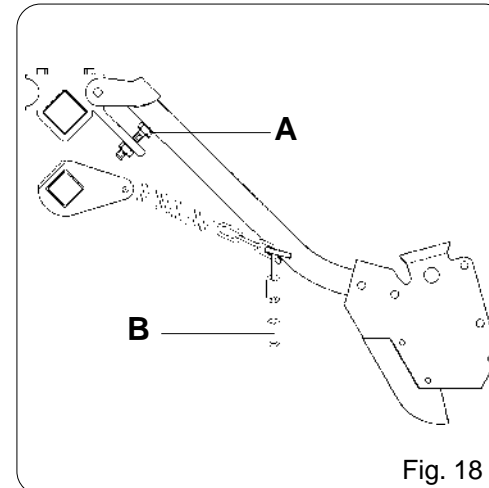
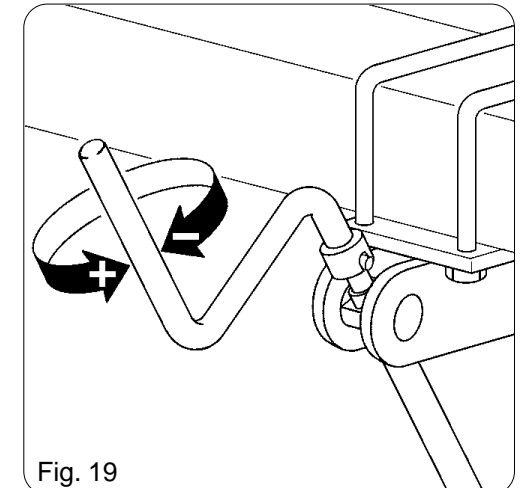

Fig. 18
Fig. 19
mogli è importante collocare il seme alla giusta profondità nel letto di semina. La profondità di semina viene determinata mediante la vite di regolazione (Fig. 18 rif. A): allentare il dado e regolare la vite per variare la profondità di semina. Stringere il dado per bloccare la vite di regolazione.
In base al tipo di terreno da seminare è possibile tramite la manovella (Fig.19) aumentare (+) o diminuire (-) la pressione delle molle degli assolcatori. Si può ulteriormente regolare la pressione singolarmente agendo sulle molle variando la posizione degli anelli catena (Fig.18 rif. B).
adjustment screw (Fig. 18, ref. A): loosen the nut and turn the screw to adjust sowing depth. Tighten the nut to lock the adjustment screw in place. Use the crank (Fig. 19) to increase (+) or decrease (-) planter shoe spring pressure, on the basis of the type of terrain being sown. The pressure of the individual springs can also be adjusted through the position of the chain links (Fig. 18, ref. B). The disk-model seeder is also equipped with two shoes that work within the tracks of the machine's drive wheels to lend the disk greater penetration capacity. Listers that work in the tracks of the seeder or the tractor should be set to greater pressure.
*Damit die Sprossen richtig treiben können, ist es wichtig, den Samen im Aussaatbett in der richtigen Tiefe einzupflanzen. 1) Die Sätiefe wird durch die Einstellschraube (Abb. 18 Ref. A) bestimmt: Die Mutter lockern und die Schraube drehen, um die Sätiefe zu ändern. Die Mutter wieder festschrauben, um die Einstellschraube zu blockieren. Je nach Beschaffenheit des zu besäenden Bodens kann der Druck der Scharr-elementfedern mit der Kurbel (Abb. 19) erhöht (+) oder verringert (-) werden. Der Druck der einzelnen Scharr-elemente kann auch durch Einwirken auf die Federn durch Ändern der Position der Kettenringe eingestellt werden (Abb. 18 Ref. B). In der Ausführung mit Scheiben ist die Sämaschine mit zwei Druckstangen ausgerüstet, die auf die Spuren der Antriebsräder derselben einwirken, damit die Scheibe tiefer eindringen kann. **Es wird empfohlen, die Säscharenreisser, die in den Räderspuren der Sämaschine und des Schleppers arbeiten, mit einem grösseren Druck einzustellen.***
Pour une bonne émergence des pousses il est important de mettre la graine à la profondeur exacte dans le lit de semence. La profondeur d'ensemencement est déterminée moyennant la vis de réglage (Fig. 18 réf. A): desserrer l'écrou et régler la vis pour choisir la profondeur d'ensemencement. Serrer l'écrou pour bloquer la vis de réglage.
Selon le type de terrain, il est possible d'augmenter (+) ou de diminuer (-) la pression des ressorts des socs à l'aide de la manivelle (Fig. 19). De plus, il est possible de régler ultérieurement la pression de chaque soc en agissant sur les ressorts et en modifiant la position des anneaux de la chaîne (Fig. 18 réf. B). Le semoir (dans la version à disques) est équipé de deux pointes qui travaillent dans les traces des roues motrices de manière à ce que le disque pénètre davantage.
el lecho de siembra a una profundidad adecuada. La profundidad de la siembra viene determinada por el tornillo de graduación (Fig. 18 ref. A): aflojar la tuerca y graduar el tornillo para variar la profundidad de siembra. Apretar la tuerca para bloquear el tornillo de graduación. Basándose sobre el tipo de terreno que se debe sembrar se puede, a través de la manivela (Fig.19), aumentar (+) o disminuir (-) la presión de los resortes de los surcadores. Es posible efectuar otras regulaciones de la sola presión variando en los resortes la posición de los anillos de la cadena (Fig.18 ref. B). La sembradora en la versión con discos está dotada de dos puntales que trabajan en las hormas de las ruedas motrices para dar mayor penetración al disco.